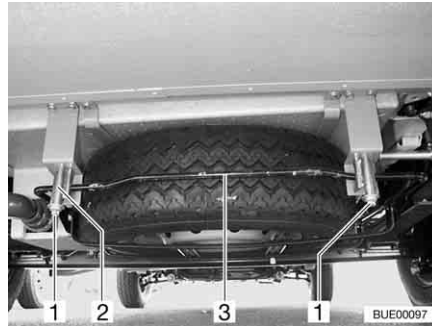

Bild 256 Ersatzrad-Halterung (Aufnahmekorb)
- Muttern (Bild 256, 1) am rechten und linken hinteren Haken (Bild 256,2) der Ersatzrad-Halterung lösen.
- Bügel (Bild 256,3) leicht nach oben drücken. Gleichzeitig Haken nach unten ziehen und Bügel aushängen.